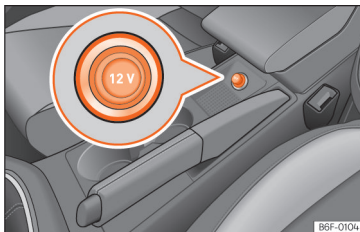

Fig. 134 Tomada de corrente de 12 Volts do veículo.
- Retire a tampa da tomada de corrente situada na consola central >>> Fig. 134.